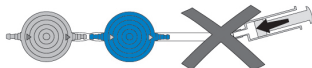

Fig. 25: Evitar pressurização
- ▶ Deve ser evitada uma pressurização por meio de seringa descartável, tanto na extremidade proximal, como na extremidade distal (Fig. 25).